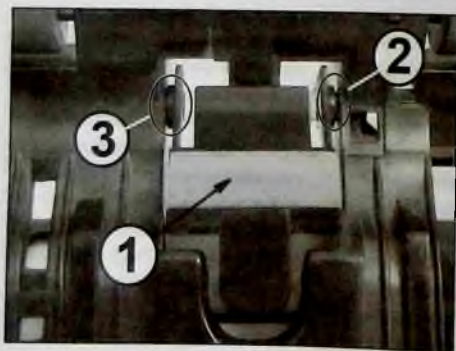

Рис. 28
Располагают узел роликами подачи бумаги к себе. Снимают планку в сборе с держателем, прижимными роликами вала транспорта и блоком роликов подачи бумаги с узла (см. выше «Снятие прижимных роликов вала транспорта бумаги»). Запоминают местоположение тормозной площадки и пружины под ней. Прижимают тормозную площадку (1 на рис. 28) в левую сторону и снимают ее правую сторону с оси (2). Аналогично правой снимают и